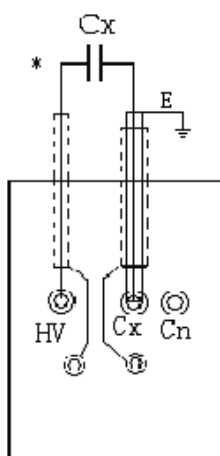

图4: 内接方式
- （3）从“Hv”端子用专用线缆（红色）接至被试品高压端（此线为高压输出端），从“Cx”端子用专用线缆（兰色）接至被试品低压端，注意芯线“Cx”接被试品，电缆插头端的引出线连至专用接地端，如图4所示；如果被试品低压端有屏蔽端子（如标准电容器），可用导线将该端子与线缆的内屏蔽（夹头端的引出线）“E”连接后接地。